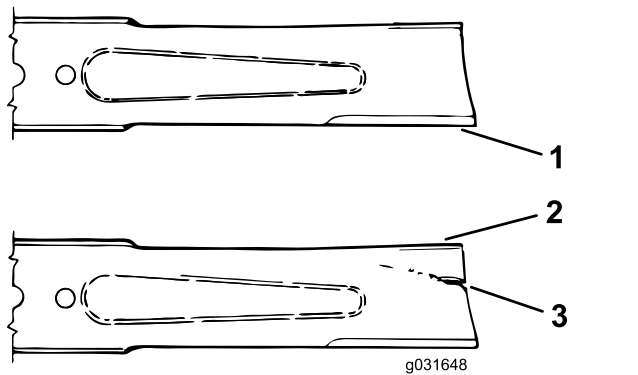

图 74
3. 仔细检查刀片的剪草端，特别是刀片平面和曲面交接的部分（图 74）。